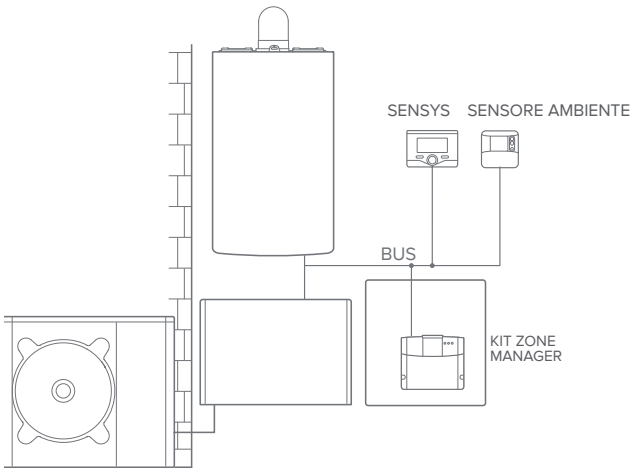

fig.9
**Tipo 5****Activación de TD y TC en un sistema híbrido con hasta 2 zonas hidráulicas controlado por dispositivos BUS BridgeNet (fig.9)**